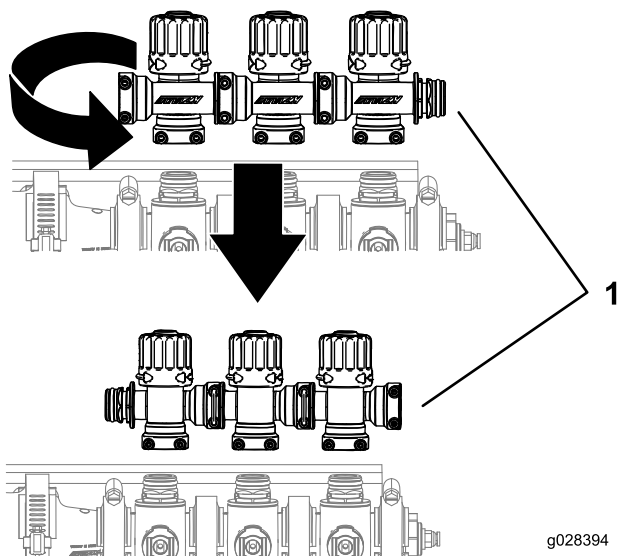

Figura 15
5. Rotii blocul de vane de bypass pentru bra la 180°, aa cum se arată în Figura 15.